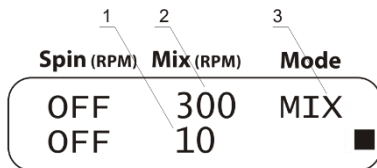

Рисунок 6. Vortex
5.12.1 Выберите режим vortexирования (индикация **Mix** параметра **Mode**, рис. 6/3).
5.12.2 Установите скорость vortexирования, 300–1200 об/мин (шаг 100 об/мин, рис. 6/2).
5.12.3 Установите время vortexирования, 1–60 с (шаг 1 с, рис. 6/1).